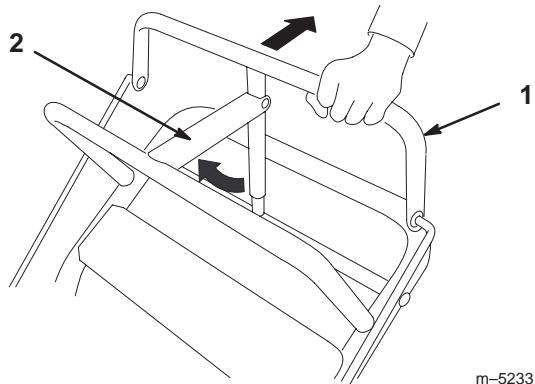

Bild 9
5. Kontrollieren Sie die Feststellbremse auf ihre einwandfreie Einstellung. Das Bremsgestänge muss so eingestellt sein, dass der Feststellbremsshebel fest ist, wenn er gegen die starre Leiste gedrückt wird, während Sie die obere Schaltstange nach hinten ziehen (Bild 9).